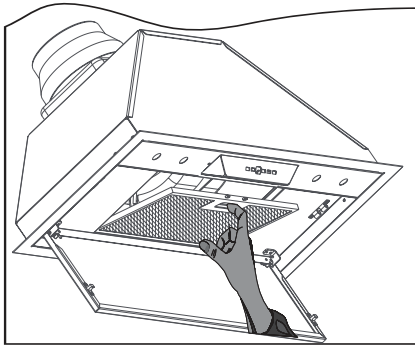

Abb. 9: Metallfettfilter entnehmen, bzw. einsetzen
- Griffleiste des Metallfettfilters nach unten drücken (⇒ Abb. 9).
- Zum Wiedereinsetzen den trockenen Metallfettfilter unten mit den Laschen einsetzen, Griffleiste drücken, Filter nach hinten in den Rahmen einsetzen und Griffleiste loslassen, damit der Filter in den Rahmen einrastet (⇒ Abb. 9).
Um die Aktivkohlefilter herauszunehmen, muss zuerst der Metallfettfilter entfernt werden (\Leftrightarrow Abb.9).